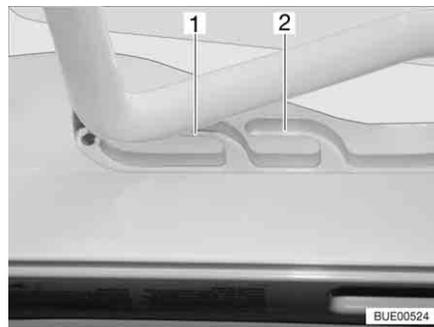
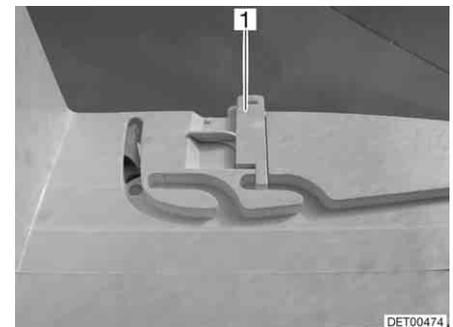

Fig. 67 Claraboya Heki en posición de ventilación
Fig. 68 Bloqueo de la posición de ventilación
La claraboya Heki se puede colocar en dos posiciones de ventilación: Posición de mal tiempo (Fig. 67,1) y posición mediana (Fig. 67,2). Según el modelo, la claraboya podrá ser bloqueada en la posición mediana con el pestillo (Fig. 68,1).
- Presionar el estribo ligeramente hacia arriba y empujarlo en la guía seleccionada (Fig. 67,1 ó 2) y, si fuera necesario, bloquearlo.